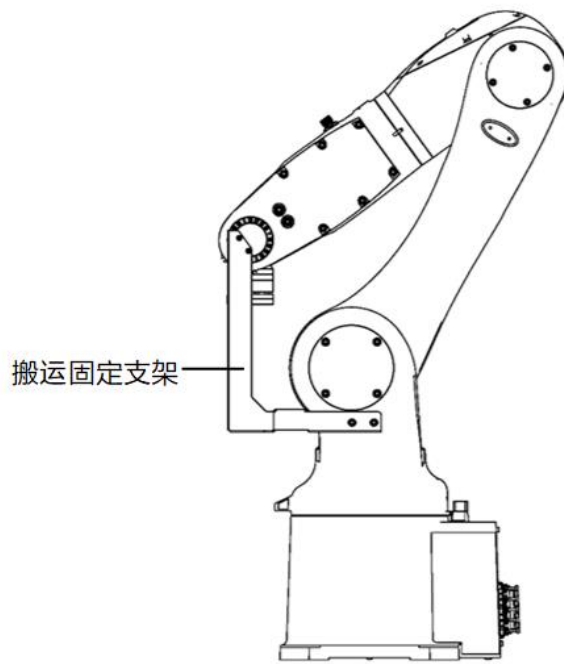

图 3-3 AIR7-920C 型操作机搬运位姿图
AIR7-920C 操作机搬运时位姿图如图 3-3 所示。
- 操作机在长距离或有较强振动的运输条件下，需要安装图 3-3 中的搬运固定支架，防止过度的运输振动造成机械损伤。搬运固定支架在出厂包装中提供，请妥善保管，以便二次运输时使用。